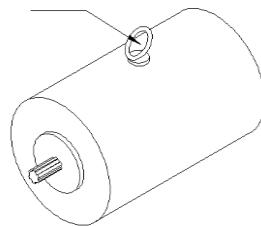

Рисунок 2-25
(5) Места подъема тягового двигателя представлены на Рис. 2-25